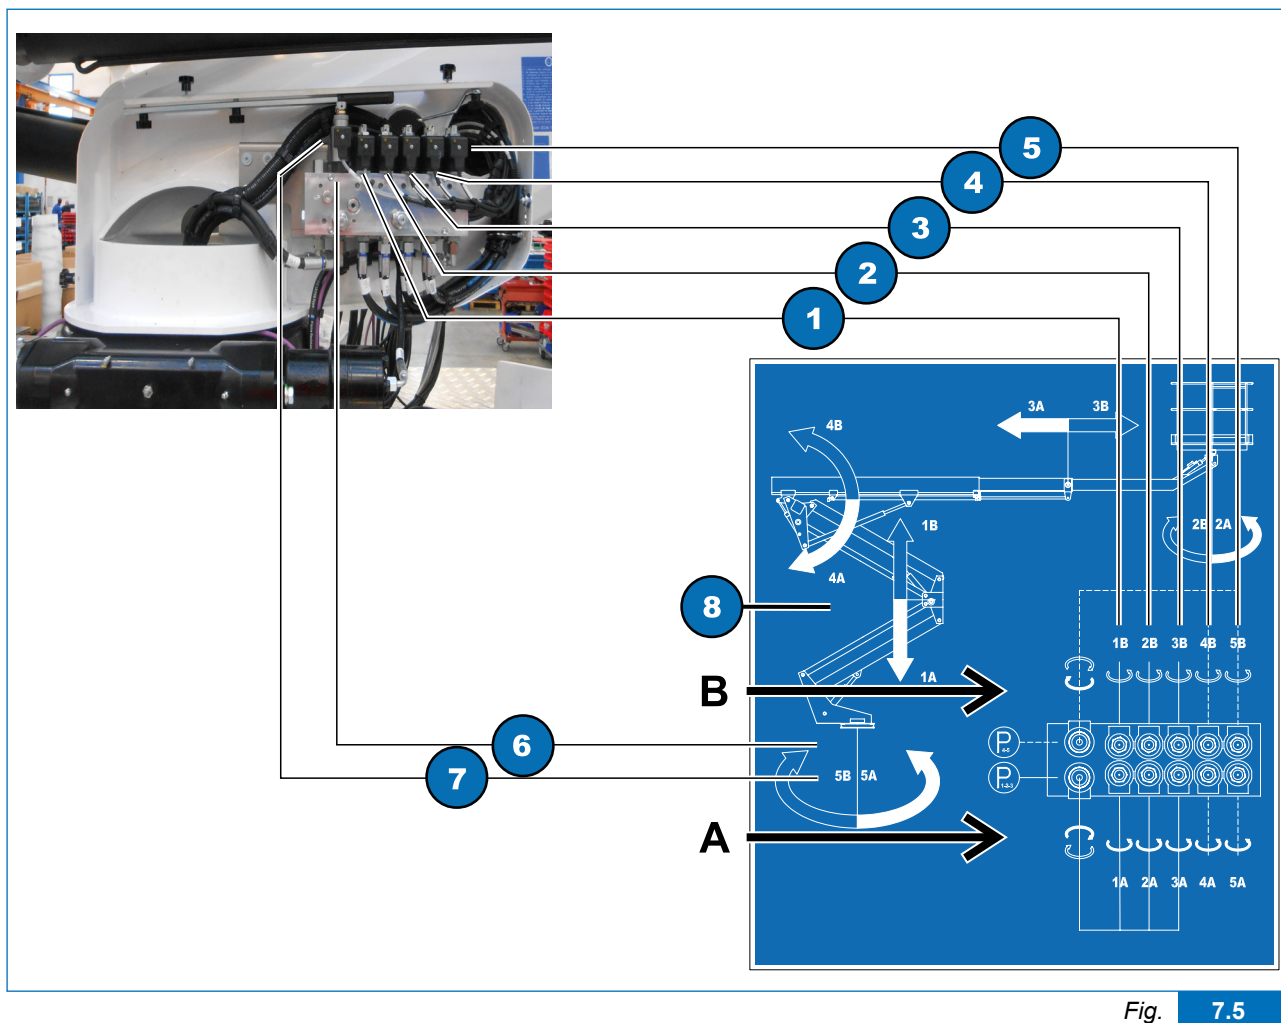

Fig. 7.5
- 5) procedere al recupero seguendo le indicazioni riportate in modo schematico sull'adesivo (Fig. 7.5, 8) posto sopra il coperchio:
- A) avvitare completamente le valvole (Fig. 7.5, 6 e 7);
- B) svitare il pomello superiore della valvola relativa all'estensione del braccio telescopico, (Fig. 7.5, 3B) per estendere il braccio telescopico o (Fig. 7.5, 3A) per rientrare il braccio telescopico: impostare la velocità della manovra desiderata agendo sulla valvola proporzionale (Fig. 7.5, 7). A fine manovra avvitare la valvola (Fig. 7.5, 3A o 3B) e svitare la valvola (Fig. 7.5, 7);
- C) svitare il pomello superiore della valvola relativa al braccio articolato, (Fig. 7.5, 1B) per sollevare braccio articolato o (Fig. 7.5, 1A) per abbassare il braccio articolato: impostare la velocità della manovra desiderata agendo sulla valvola proporzionale (Fig. 7.5, 7). A fine manovra avvitare la valvola (Fig. 7.5, 1A o 1B) e svitare la valvola (Fig. 7.5, 7);
- D) svitare il pomello superiore della valvola relativa alla torretta, (Fig. 7.5, 5B) per ruotare in senso orario la torretta o (Fig. 7.5, 5A) per ruotare in senso antiorario la torretta: impostare la velocità della manovra desiderata agendo sulla valvola proporzionale (Fig. 7.5, 6). A fine manovra avvitare la valvola (Fig. 7.5, 5A o 5B) e svitare la valvola (Fig. 7.5, 6);
- E) svitare il pomello superiore della valvola relativa alla piattaforma di lavoro, (Fig. 7.5, 2B) per ruotare in senso orario la piattaforma di lavoro o (Fig. 7.5, 2A) per ruotare in senso antiorario la piattaforma di lavoro: impostare la velocità della manovra desiderata agendo sulla valvola proporzionale (Fig. 7.5, 7). A fine manovra avvitare la valvola (Fig. 7.5, 2A o 2B) e svitare la valvola (Fig. 7.5, 7);
- F) svitare il pomello superiore della valvola relativa al sollevamento del braccio telescopico, (Fig. 7.5, **4B**) per sollevare il braccio telescopico o (Fig. 7.5, **4A**) per abbassare il braccio telescopico: impostare la velocità della manovra desiderata agendo sulla valvola proporzionale (Fig. 7.5, **6**). A fine manovra avvitare la valvola (Fig. 7.5, **4A** o **4B**) e svitare la valvola (Fig. 7.5, **6**);